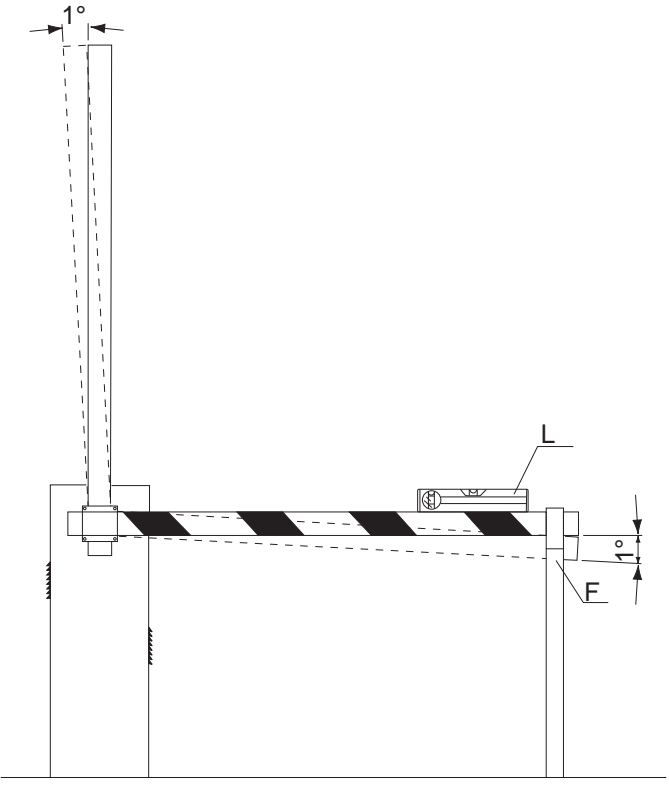

Fig. 12
- Отрегулируйте микропрерыватель открывания SWO (рис.12), перемещая его до щелчка микропрерывателя (или проверьте, погас ли соответствующий светодиод на блоке управления).